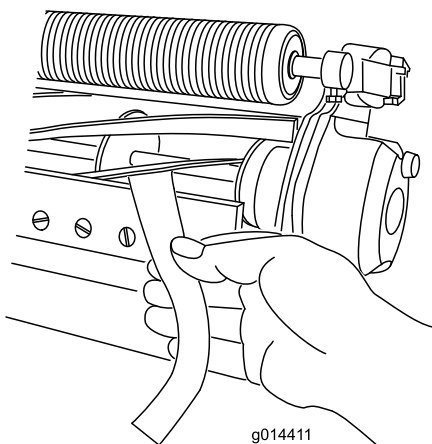

図 5
3. リール前面の左右いずれかの端を選び、リールと下刃の間に長く切った新聞紙片を差し入れる (図 5)。リールをゆっくり前回転させながら下刃調整ネジを締め (新聞紙を入れた側の調整ネジを、1 目盛りずつゆっくりと)、新聞紙を前から (ベッドナイフの上面に平行に) 入れると軽く挟まれる程度に調整する。新聞紙を引っ張ると軽い抵抗が感じられるようにする。
5. 両側の調整ができれば最終確認を行う：紙片をリールの前から差し込んだ時にははさむだけ、下から差し込むと切れるのが正しい調整である (図 5)。